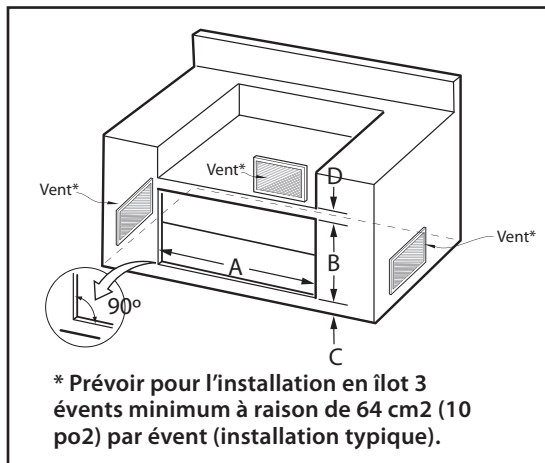

Fig. 3
1. Effectuez une découpe dans votre armoire ou îlot avec les dimensions suivantes (Fig. 3) :